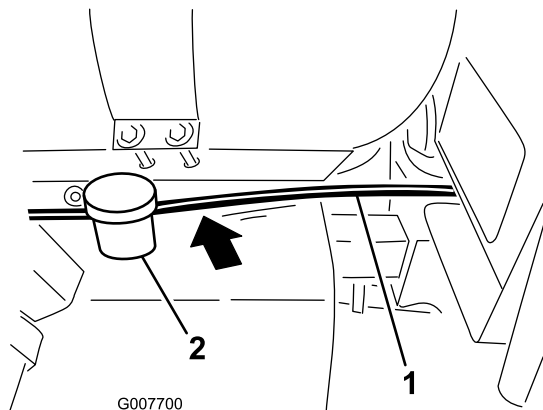

Рисунок 13
2. Проложите шланг от кронштейна пенного маркера вперед, под баком с химикатами и позади топливного бака, вдоль имеющейся проводки к месту под опорой сиденья (Рисунок 13).